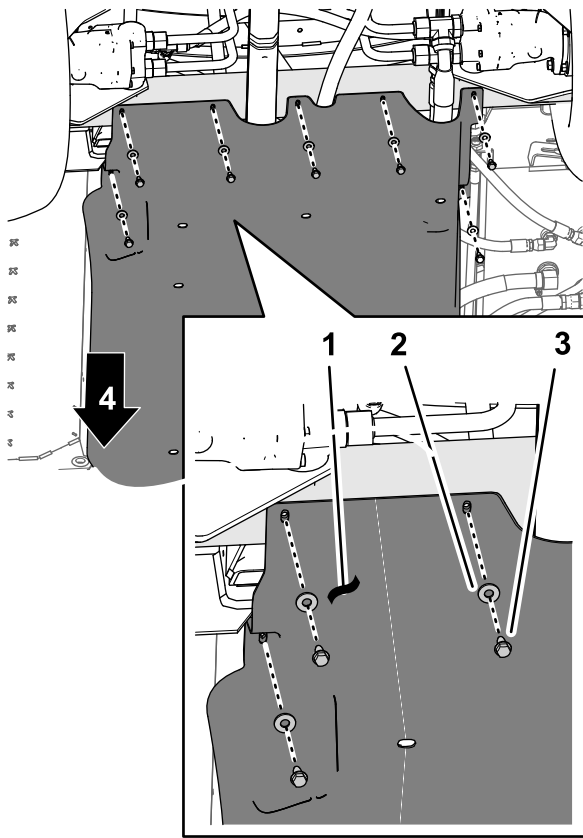

图124
4. 将机架下保护罩后部的孔与底盘上的孔对齐图124。
- 使用在7 拆下机架下保护罩 (页码 12) 的步骤 1 中卸下的 7 个凸缘头螺栓5/16 x 7/8 英寸和 7 个垫圈5/16 英寸将机架下保护罩的后部安装到底盘上图124。